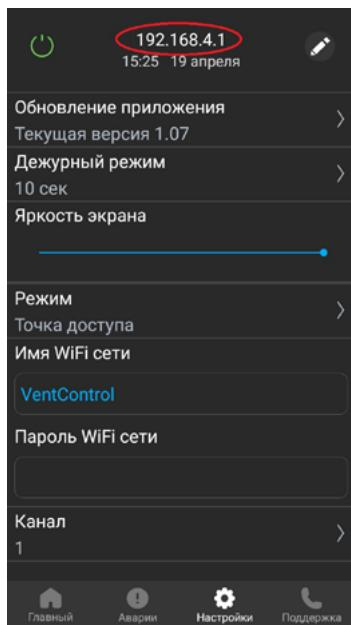
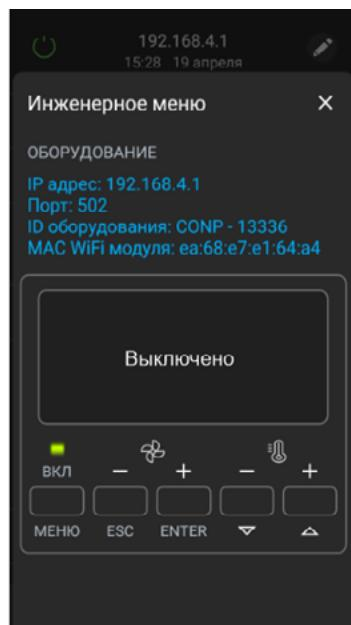

Рис.32
Рис.33
1. Перейдите во вкладку «НАСТРОЙКИ» на экране панели, затем нажмите (в течение 3-х секунд) на название «Текущая версия» в верхней части экрана (см. рис.32, отмечено красным) – осуществляется переход в «ИНЖЕНЕРНОЕ МЕНЮ» (см. рис.33). На экране будет написано «Выключено».